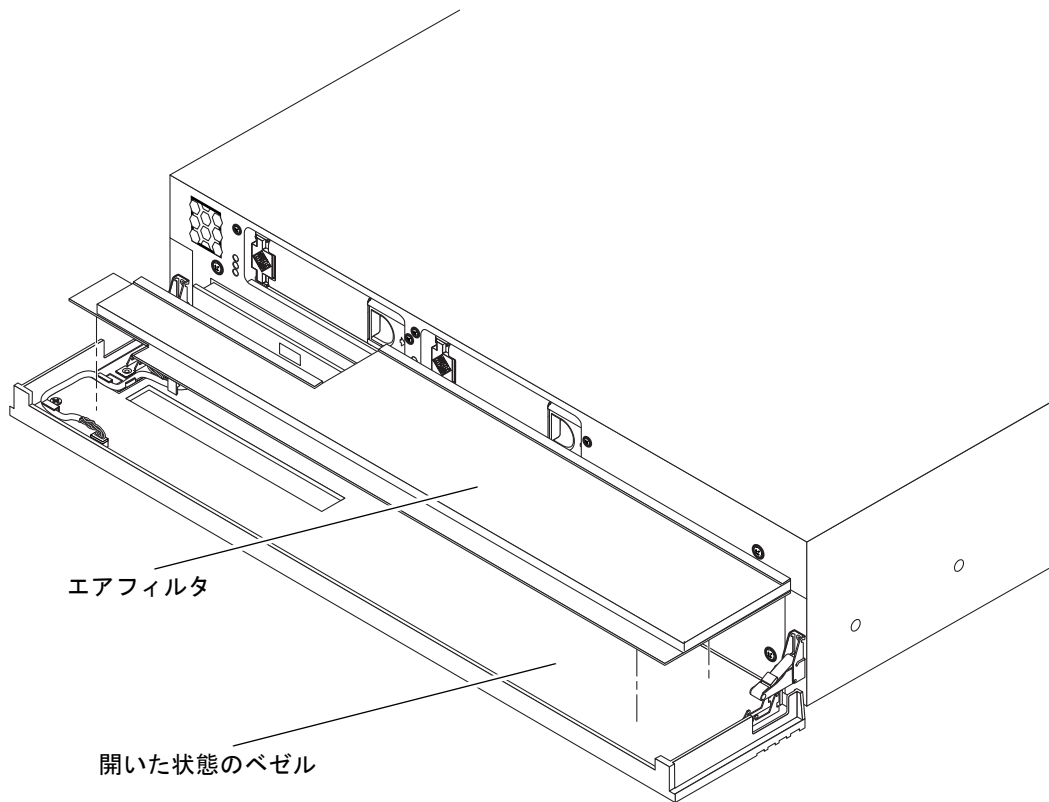

図 2-2 正面ベゼルのエアフィルタの取り付け
4. 新しいエアフィルタをベゼル内の所定の位置にはめ込みます (図 2-2 を参照)。